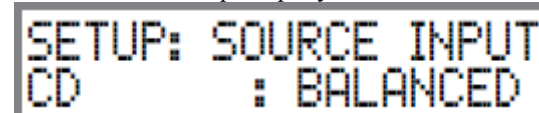

Рисунок 5
2. Вращайте регулятор VOLUME, пока индикация “SETUP: SOURCE INPUT, CD :BALANCED” не будет отображена на дисплее. Смотрите рисунок 5.